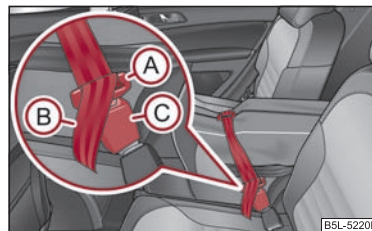

Fig. 105 Seguridad de la bolsa para carga de gran longitud desmontable
- Meta las lengüetas A en los cierres del cinturón de seguridad central trasero C, primero a un lado y luego al otro lado ⇒ fig. 105. ►